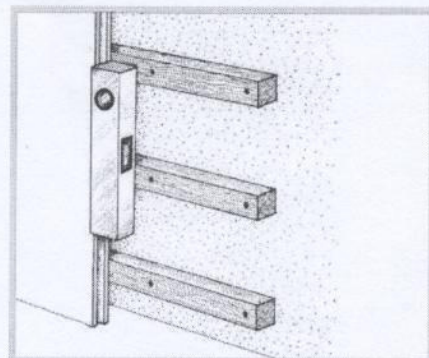

Рис. 6
3.4.4 Монтаж ламинированных панелей начинается от угла помещения. Первая панель опиливается по высоте (при необходимости), прикладывается к обрешетке и выставляется по уровню, как показано на рис.6. При этом панель ориентируется «гребнем» к углу с зазором от смежной стены 2 -3 мм.